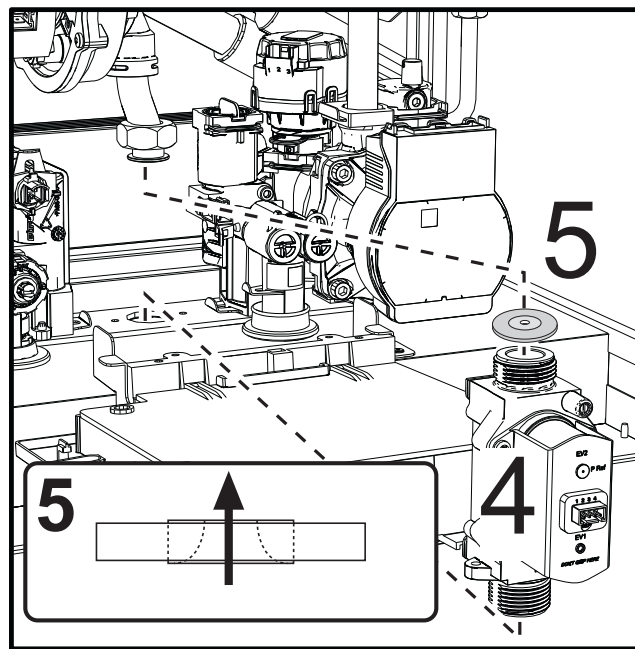

рис. 44
- Извлеките газовый клапан "4" и газовую диафрагму "5" (рис. 44).